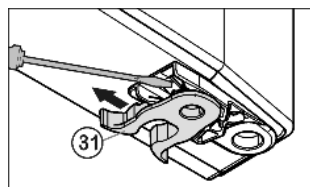

Fig. 6
- Pružinovou svorku Fig. 6 (31) přesadit: Stisknout zářezku pro uchycení, přesto stáhněte pružinovou svorku.